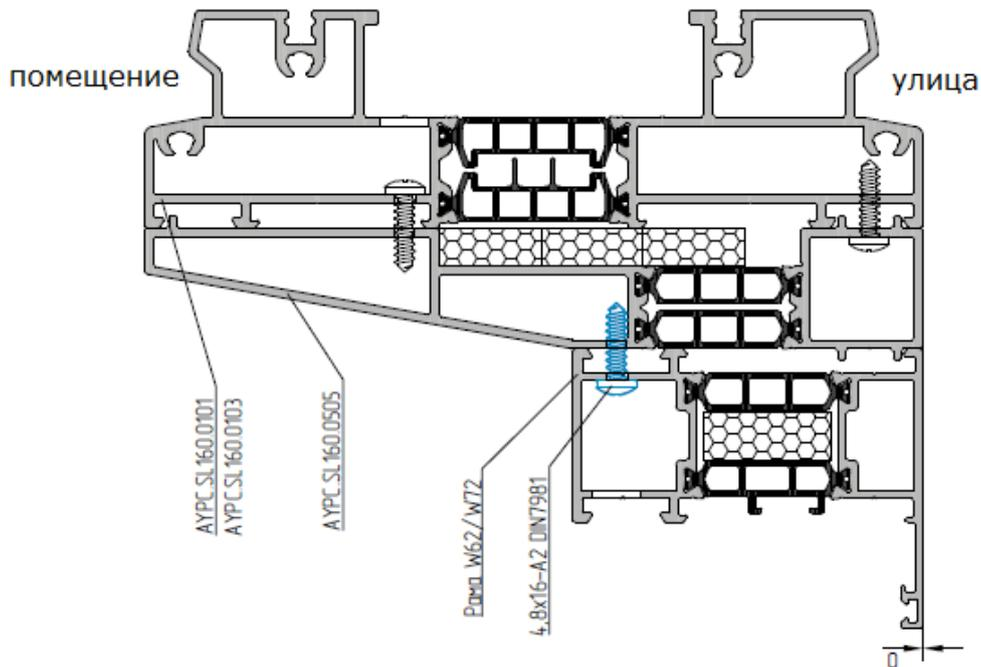

Рис. 12 Сборка оконно / дверной серии и подъемно сдвижной через адаптер для проема с четвертью
6. Если подъемно сдвижная система соединяется с оконной / дверной серией W62/72 через адаптер, то для проема с четвертью взять во внимание вариант сборки представленный на рис. 12.